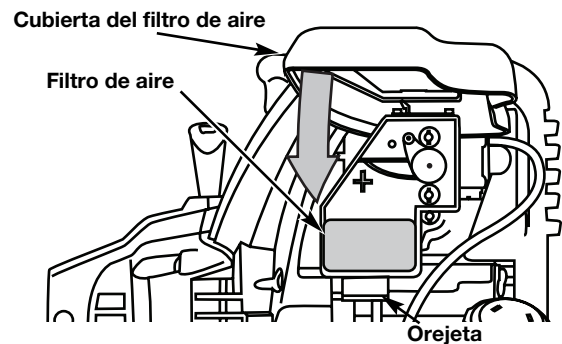

Fig. 49
8. Gire la tapa hacia abajo hasta que la lengüeta de la placa posterior del filtro de aire se enganche en la ranura de la tapa del filtro de aire (Fig. 49).